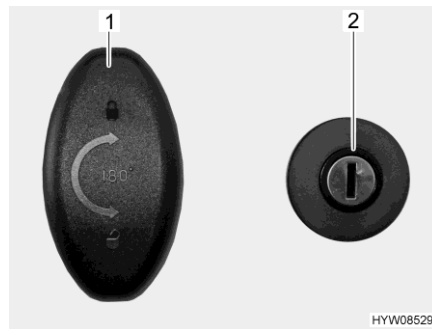

Bild 54 Türschloss (Garagentür)
- Schlüssel in Schließzylinder (Bild 54,2) stecken und im Uhrzeigersinn drehen. Die Zentralverriegelung ist entriegelt.
- Schlossgriff (Bild 54,1) eine halbe Umdrehung im Uhrzeigersinn drehen und Garagentür öffnen.
- Schlossgriff (Bild 54,1) eine halbe Umdrehung entgegen dem Uhrzeigersinn drehen.
- Schlüssel in Schließzylinder (Bild 54,2) stecken und entgegen dem Uhrzeigersinn drehen. Die Zentralverriegelung ist verriegelt.